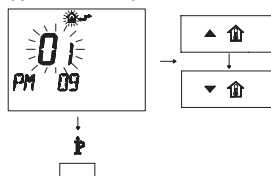

Fig. 2.29
- 4 Изменение программированной НАСТРОЙКИ производится при помощи кнопок затем подождать, пока не начнет мигать запрограммированный номер (Fig. 2.29).